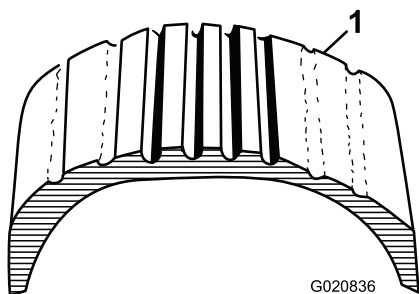
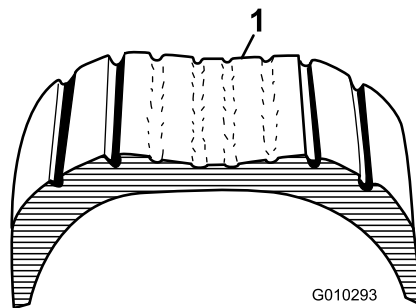

Figure 14
Figure 15
1. Vérifiez visuellement l'état et l'usure des pneus (Figure 14 et Figure 15).